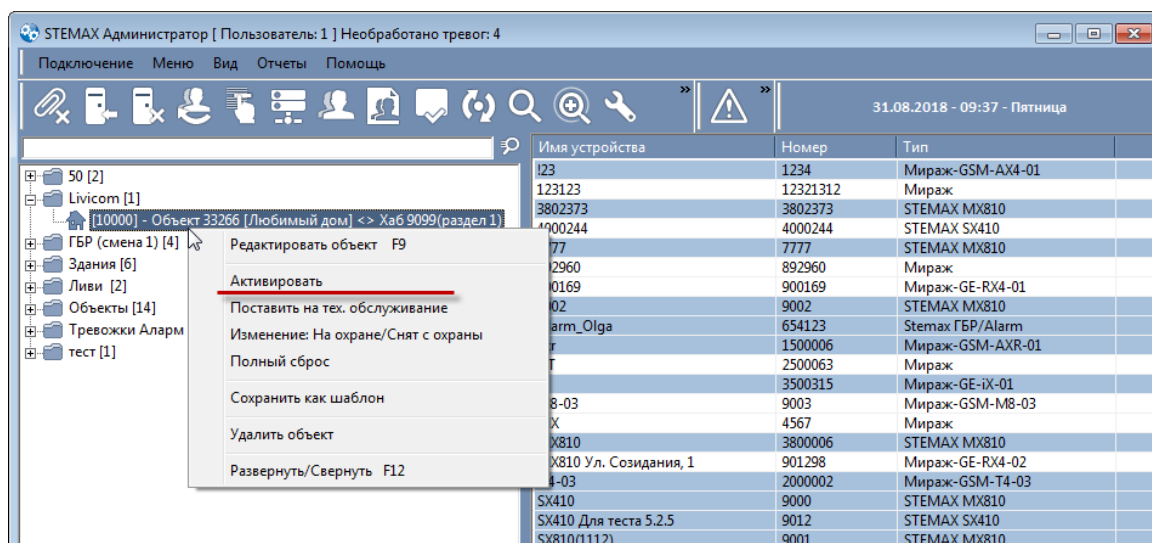

Рисунок 4.18 – Активация объекта
4. Выделяет объект, нажимает правую кнопку мыши и в контекстном меню выбирает пункт *Активировать* (см. рисунок 4.18).